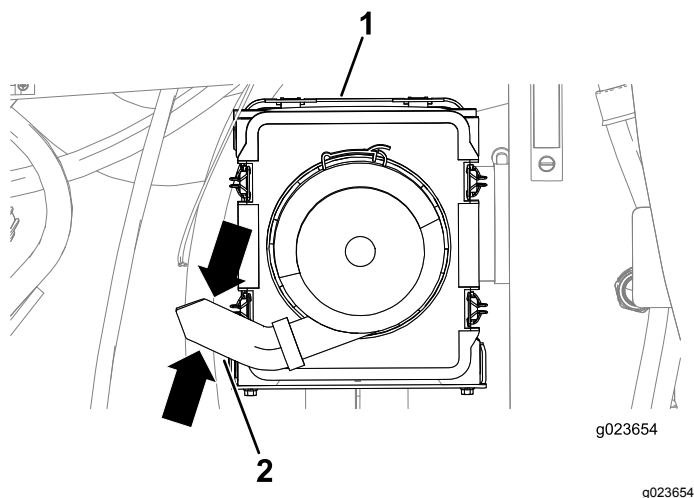

Рисунок 87
3. Сожмите пылезащитный клапан на крышке воздухоочистителя, чтобы удалить любые скопления воды, пыли или грязи из клапана. (Рисунок 87).